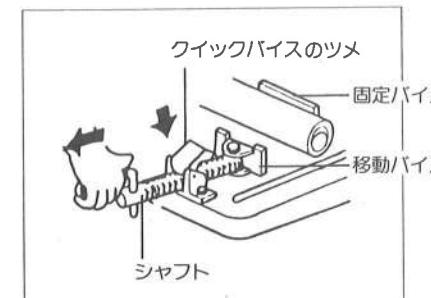

図2
②材料を取り外すときは、ハンドルを左回りに2~3回まわせばはずれます。(図2参照)